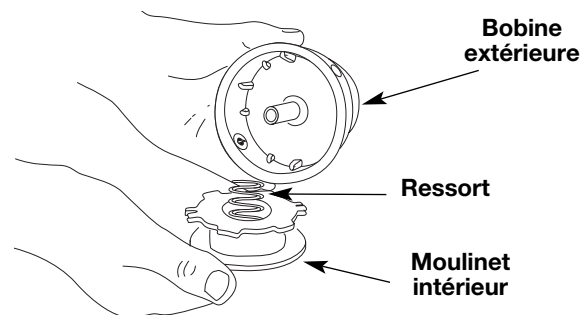

Fig. 12
2. Retirez le moulinet intérieur de la bobine extérieure (Fig. 12).
3. Retirez le ressort du moulinet (Fig. 12).
2. Retirez l'ancien moulinet intérieur de la bobine extérieure (Fig. 12).
3. Retirez le ressort de l'ancien moulinet intérieur (Fig. 12).